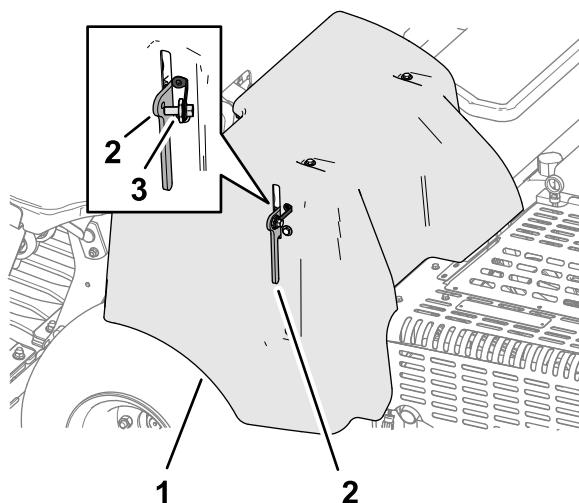

Figura 136
4. Se la macchina presenta un cordino di fissaggio del copricinghia CE, avvitiate il bullone del cordino nel foro del copricinghia e serrate il bullone (Figura 136).